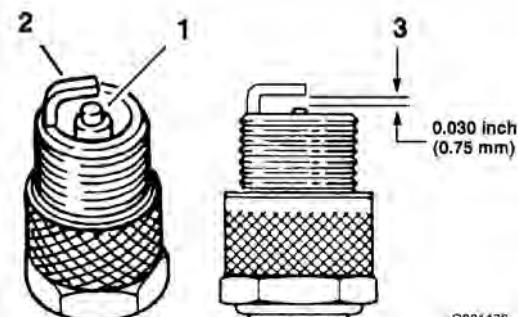

Bild 36
1. Sehen Sie sich die Mitte der Zündkerzen an (Bild 36). Wenn der Kerzenstein hellbraun oder grau ist, ist der Motor richtig eingestellt. Eine schwarze Schicht am Kerzenstein weist normalerweise auf einen schmutzigen Luftfilter hin.
3. Prüfen Sie den Abstand zwischen den mittleren und seitlichen Elektroden (Bild 36). Verbiegen Sie die seitliche Elektrode (Bild 36), wenn der Abstand nicht stimmt.